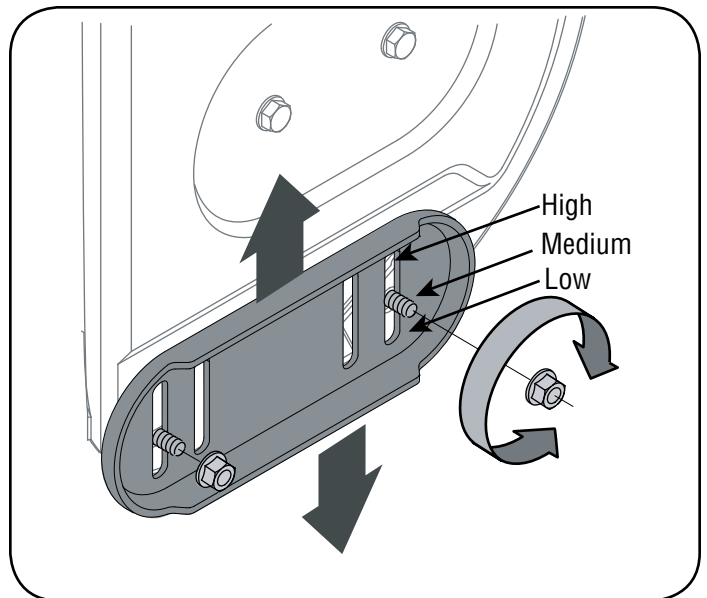

Figura 11
1. Para ajustar las zapatas antideslizantes afloje las cuatro tuercas de seguridad y los pernos de carro y mueva las zapatas antideslizantes hasta la posición deseada. Vea la figura 11.